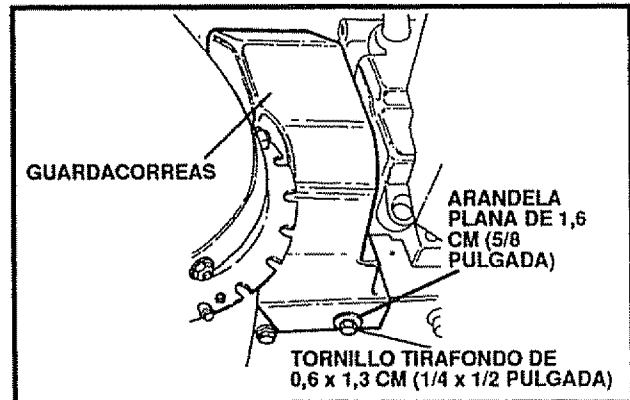

FIG. 27
- Remueva la cubierta de la correa (Véase Fig. 27, página 22).
- Retire el guardacorreas (vea la Fig. 27).
- Remueva el guardacorreas quitando el perno y la arandela plana ubicados tanto a la derecha como a la izquierda (vea la Fig. 27 en la página 21).